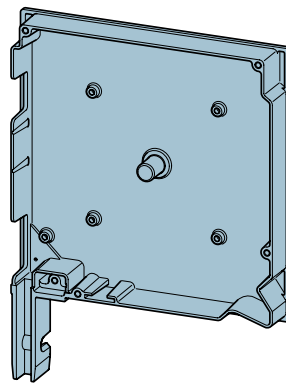

Рис. 6.
- при использовании привода с системой аварийного ручного подъема (**ННК**) обязательно использование крышек боковых с бобышками для крепления без засверловки (**SF90u-B**, см. рис. 6). Вывод петли привода аварийного подъема внутрь помещения не рекомендуется, т. к. в данном месте создается мостик холода и возможно промерзание стены;